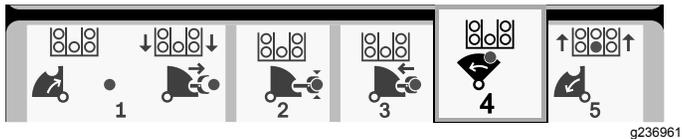

Bild 23
8. Lassen Sie die Taste los, um zum nächsten Schritt in der Folge zu gehen (**Bild 23**).